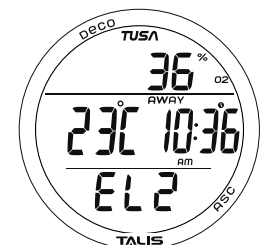

Abb. 26 - NORM-OBERFLÄCHEN-ALTERNATIVDISPLAY
**NORM-OBERFLÄCHEN-ALTERNATIVDISPLAY**, Informationen beinhalten (Abb. 26):